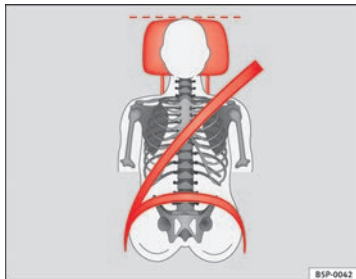
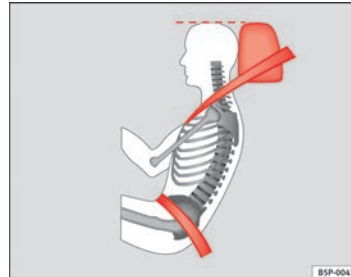

Abb. 88 Von vorne betrachtet: richtig eingestellte Kopfstütze und korrekter Gurtbandverlauf
Abb. 89 Von der Seite betrachtet: richtig eingestellte Kopfstütze und korrekter Gurtbandverlauf
- Stellen Sie die Kopfstützen so ein, dass sich die Oberkante der Kopfstütze möglichst auf einer Linie mit dem oberen Teil Ihres Kopfes bzw. mindestens auf Augenhöhe befindet ⇒ Abb. 88 und ⇒ Abb. 89.